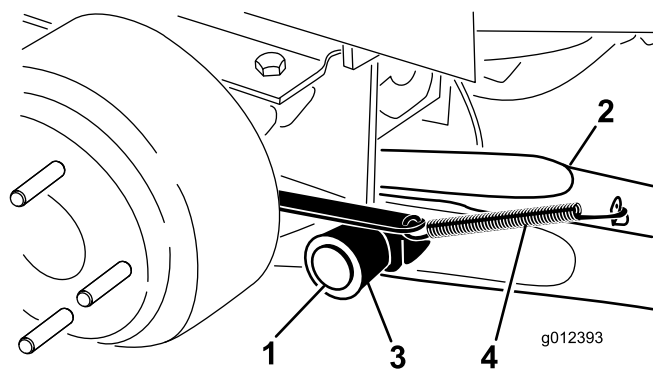

Figura 3
(Figura 3). Montate il braccio di sollevamento con la parte piegata collocata verso l'esterno.
7. Agganciate la molla di ritorno del freno alla linguetta presente sul braccio di sollevamento (Figura 3).